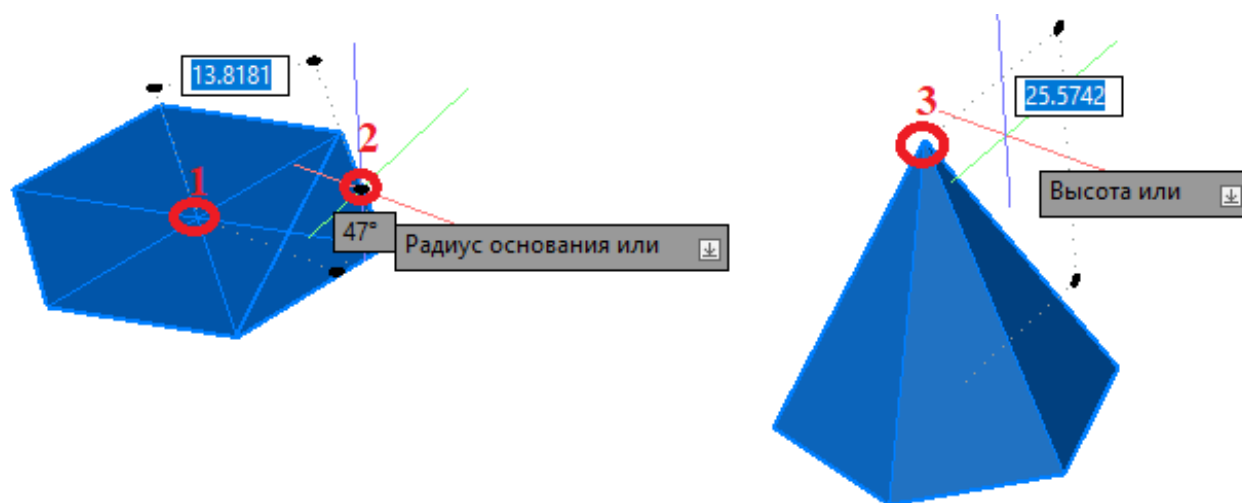

Рис. 4.7. Построение пирамиды
- команда «Пирамида» позволяет создавать твердотельные пирамиды (рис. 4.7). Основанием пирамиды может быть многоугольник с количеством сторон от 3 до 32.